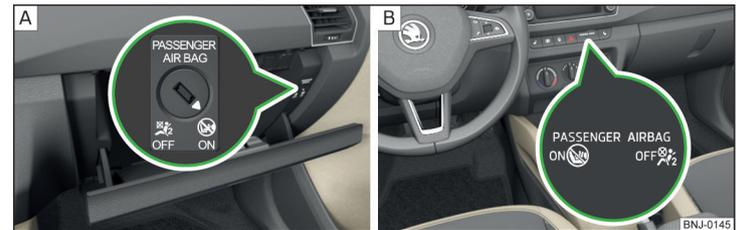

Abb. 11 Schlüsselschalter für Beifahrer-Frontairbag / Kontrollleuchte für Beifahrer-Frontairbag
Der Beifahrer-Frontairbag kann mit dem Schlüsselschalter abgeschaltet werden » Abb. 11 auf Seite 19 - A.
Stellungen des Schlüsselschalters » Abb. 11 - A
- › Mit dem Schlüssel den Schlitz des Schlüsselschalters » Abb. 11 -  vorsichtig in die Position **OFF** drehen.
- › Prüfen, ob nach dem Einschalten der Zündung die Kontrollleuchte **OFF** unter dem Schriftzug **PASSENGER AIRBAG** » Abb. 11 -  leuchtet.
- › Mit dem Schlüssel den Schlitz des Schlüsselschalters » Abb. 11 -  vorsichtig in die Position **ON** drehen.
- › Prüfen, ob nach dem Einschalten der Zündung die Kontrollleuchte **ON** unter dem Schriftzug **PASSENGER AIRBAG** » Abb. 11 -  leuchtet.